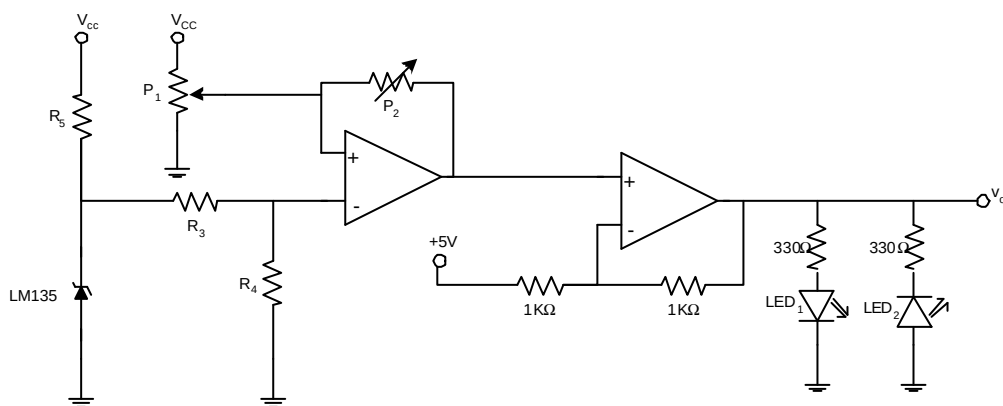

Figura 2
3. Explicar, na Figura 2, a introdução dos potenciómetros P_1 e P_2 . Considerar que o LED₁ é vermelho e que o LED₂ é verde. Dizer em que condições é que eles se encontrarão acesos.